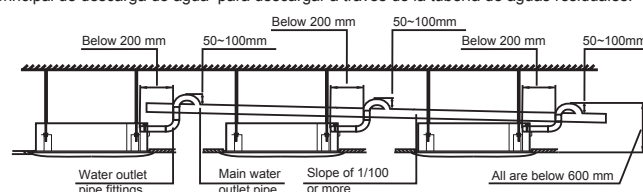

Imagen 5.2
- Cuando la salida de la tubería de descarga de agua es más alta que la conexión de la tubería para aspiración de agua, intente mantener la tubería de descarga de agua lo más vertical posible, y los accesorios de conexión de salida de agua deberán doblarse para que la altura de la tubería de descarga de agua esté alejada unos 600 mm de distancia de la base de la bandeja de drenaje. De lo contrario, habrá un flujo de agua excesivo cuando el equipo se pare. Consulte la Imagen 5.2.